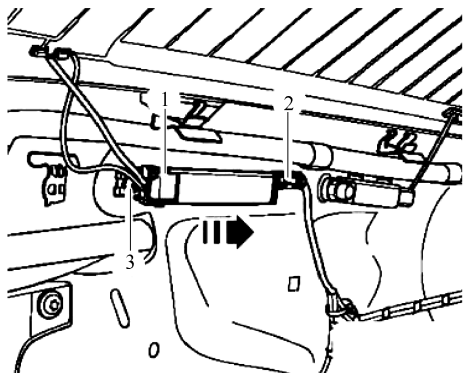

图 5-5-24 天线模块示意图
③ 拆卸 C 柱饰板。
④ 拔下线束插头。
⑤ 旋出螺钉，并取出天线模块，如图 5-5-24 所示。